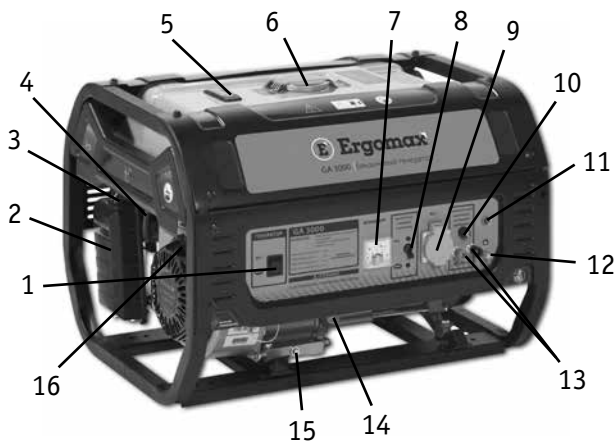

Рис. 1.1
Внешний вид генераторов и расположение элементов управления представлено на **рис. 1.1** и **1.2**.
1. Открутите крышку маслозаправочной горловины (14) (**рис. 1.1**) и вытрите щуп крышки чистой тряпкой (**рис. 2.1**).
Проверьте уровень топлива по шкале уровня топлива (5) (**рис. 1.1**), если уровень топлива низкий, то:
1. Открутите крышку топливного бака (6) (**рис. 1.1**).
ВНИМАНИЕ! Перед пуском двигателя убедитесь, что ни один электроприбор не подключен к генератору, а выключатель выходного напряжения (8) находится в положении «ВЫКЛ» (**рис. 1.1**).
3. Переведите выключатель двигателя (1) (рис. 1.1) в положение «ВКЛ».
4. Потяните на себя рукоятку стартера (16) (рис. 1.1), пока не почувствуете натяжение шнура стартера, затем резко дерните рукоятку на себя. Аккуратно верните на прежнюю позицию рукоятку стартера. Повторите несколько раз, пока двигатель не заведется.
1. Подсоедините кабель зарядки к соединителям постоянного тока (13), а затем к клеммам батареи (**рис. 1.1**).